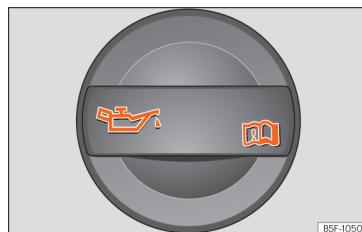

Abb. 283 Deckel der Motoröl-Einfüllöffnung im Motorraum
- Schrauben Sie den Deckel der Motoröl-Einfüllöffnung ab » » **Abb. 283.**